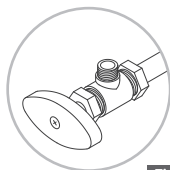

Figura 3
- Se l'uscita della valvola ad angolo è 3/8", può essere collegata direttamente all'approvvigionamento idrico. (Figura 3)